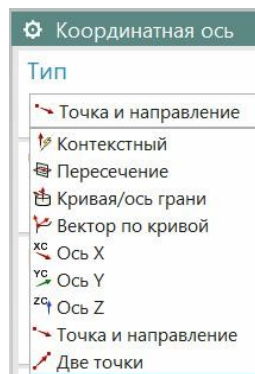

рис.26
- В поле *Тип* этого диалогового окна система предоставляет разные способы построения вспомогательной оси (рис.26).
Опция **Контекстный** на рис.26 означает то же самое, что и опция **Пересечение**.